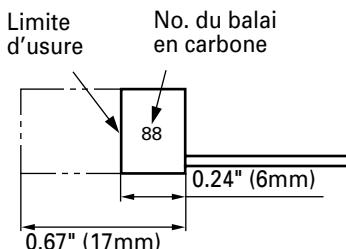

Fig. 7
4. Inspection des balais en carbone (Fig. 7)
REMARQUE : Utiliser le balai en carbone HITACHI No. 88 indiqué sur la Fig. 7.